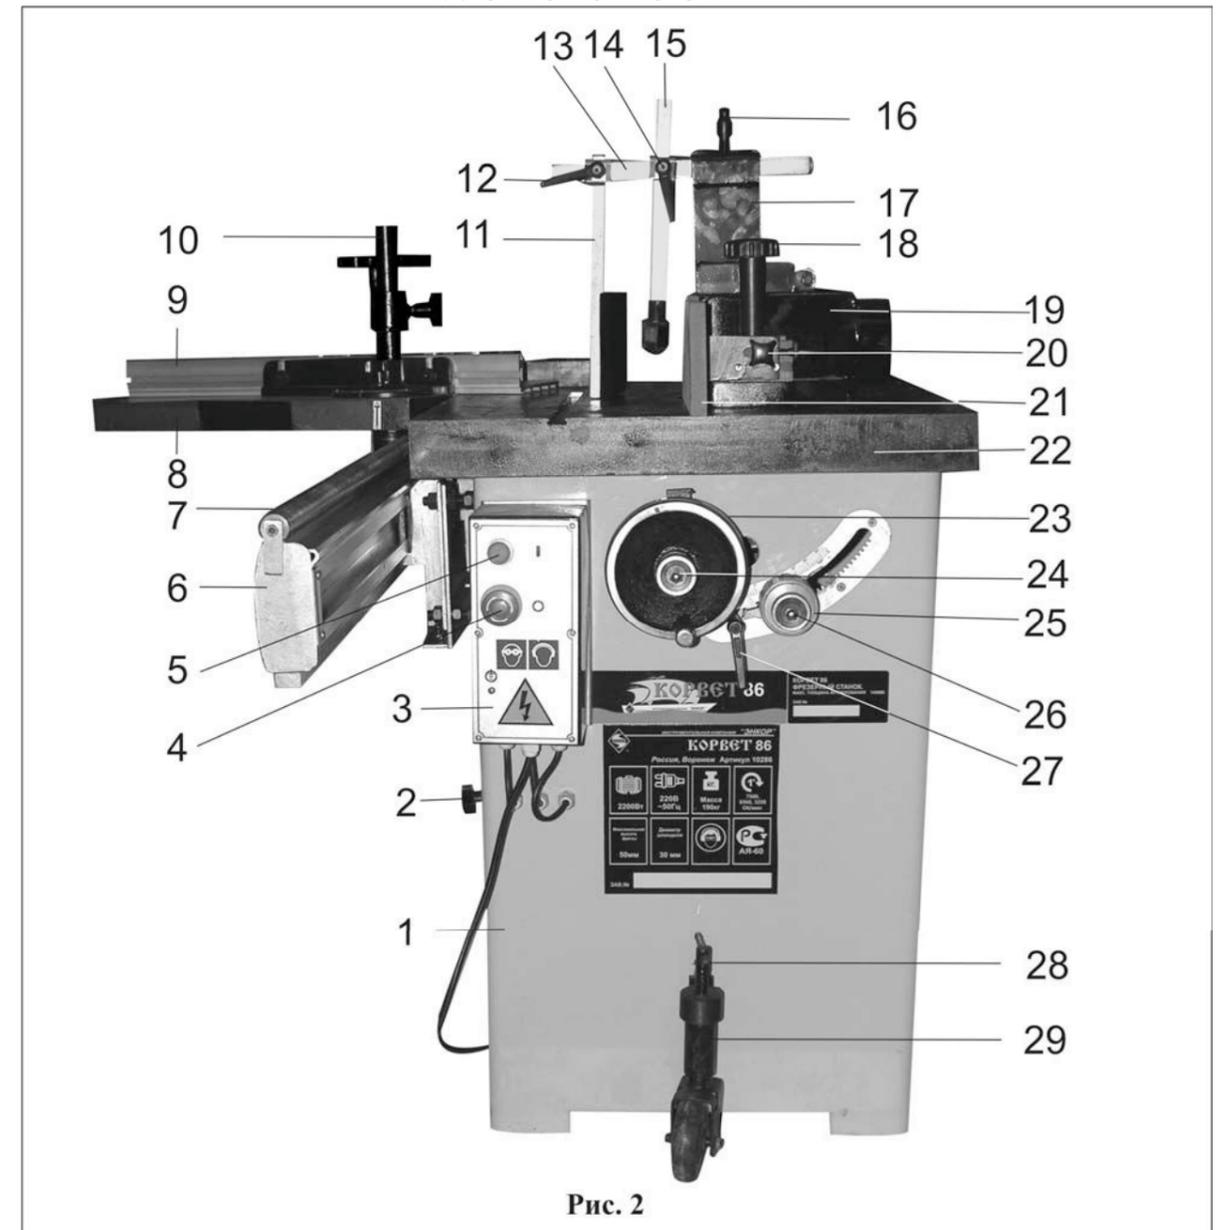

Рис. 2
- замкнуть контакты выключателя SQ1, для чего ручкой (27) разблокировать шпиндель станка Рис.2;
- замкнуть контакты выключателя SQ2, для чего закрыть дверцу основания (1) станка Рис.2;
- красную кнопку «выкл.» (4), поворотом по часовой стрелке, установить в выдвинутом положении Рис.2;
- нажать на зелёную кнопку SB2 (5) подаётся напряжение на магнитный пускатель КН, замыкаются контакты КМ, подаётся напряжение на двигатель 1М.
- разомкнуть контакты SB1 нажатием красной кнопки «выкл.» (4) Рис.2;
7.1. Станок состоит из следующих сборочных единиц и деталей (Рис.2)
8.1. Монтаж и перемещение фрезерного станка (Рис.2,3,4,5)
8.2. Установка подвижного стола (Рис.2,6)
8.3. Установка фрезерных головок или насадных фрез (Рис.2,7,8)
8.4. Установка и регулировка оборудования для криволинейного фрезерования (Рис.2,9,10,11)